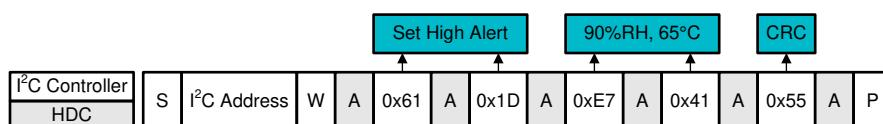

图 7-18. I²C 命令序列：Set High Alert 为 90% RH、 65°C 的示例编程
- a. 图 7-18 说明了发送到 HDC302x-Q1 的适当命令。